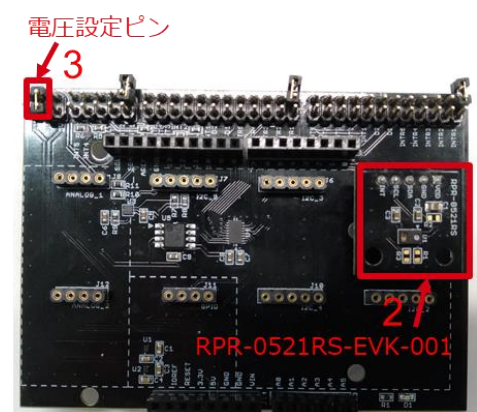

Figure 2. RPR-0521RS-EVK-001 と SensorShield の接続
2. SensorShield の I2C エリアに RPR-0521RS-EVK-001 を接続 (Figure 2)
3. SensorShield の電圧設定を 3.0V に設定 (Figure 2)